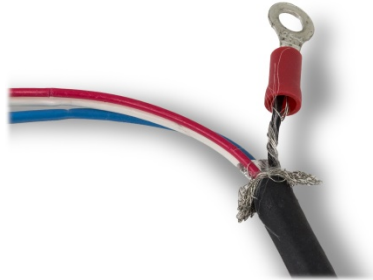

Figura 2-81: Terminal de Anel Crimpado em Fios Preto e de Drenagem
2. Enrole o fio de drenagem em torno do fio preto. Crimpe o terminal do anel fornecido na ponta deste conjunto como mostrado na Figura 2-81.